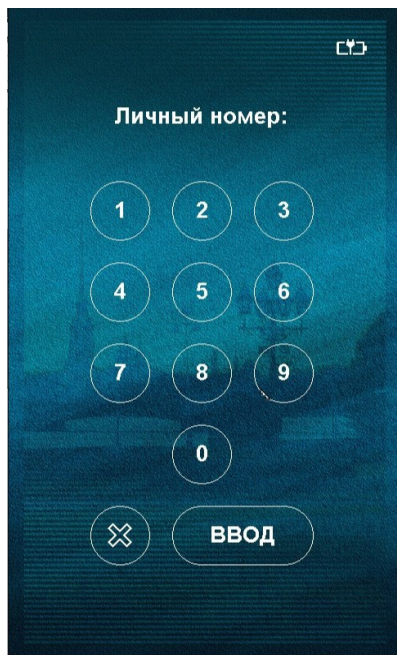

Рис. 5 Клавиатура на сенсорном экране
2. при комплектации изделия сканером отпечатка пальца в приглашении будет предложено ввести личный номер и затем поднести палец к сканеру. Для вывода на экран клавиатуры (см. Рис. 5) следует коснуться сенсорного экрана.;
3. при отсутствии считывателей в комплектации изделия в приглашении будет предложено ввести личный номер. Для вывода на экран клавиатуры (см. Рис. 5) следует коснуться сенсорного экрана.